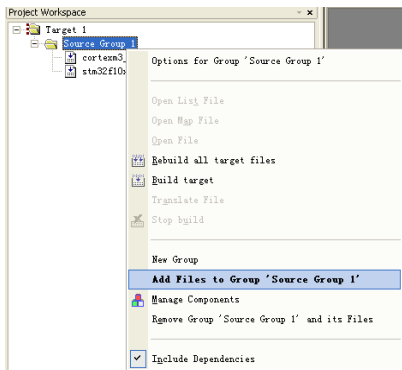

图 1.24 添加文件
(1) 单击“+”，展开“Source Group 1”目录，然后右键单击“Source Group 1”，在出现的菜单下选择“Add File To Group ‘Source Group 1’”，如图 1.24 所示。出现 Add Files to Group Source ‘Group1’ 对话框。在该对话框中选择需要添加的程序文件：HelloRobot.c，单击 Add 按钮，把所选文件添加到项目文件中。一次可添加多个文件。